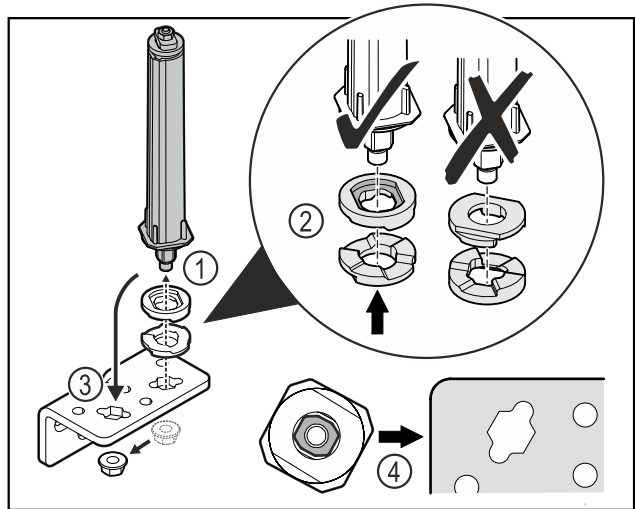

Fig. 30
- ▶ Aflojar la tuerca y retirar el sistema de bloqueo de la puerta Fig. 30 (1).
- ▶ Asegurarse de que las arandelas de ajuste de altura estén correctamente alineadas Fig. 30 (2).
- ▶ Mover el sistema de bloqueos de la puerta en el ángulo de la bisagra y fijarlo con la tuerca Fig. 30 (3).
- ▶ Durante la colocación, asegurarse de que el sistema de bloqueo de la puerta esté correctamente alineado Fig. 30 (4).